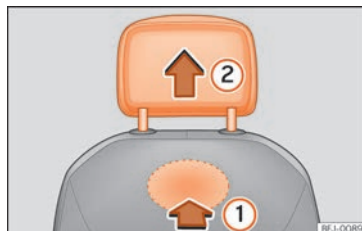

Abb. 70 Kopfstütze vorne ausbauen.
- Lokalisieren Sie zum Entriegeln der Kopfstütze die Aussparung im markierten Bereich auf der Rückseite der Sitzlehne und drücken Sie in Pfeilrichtung » » (Abb. 70) ①.
- Ziehen Sie die Kopfstütze in Pfeilrichtung ② heraus.